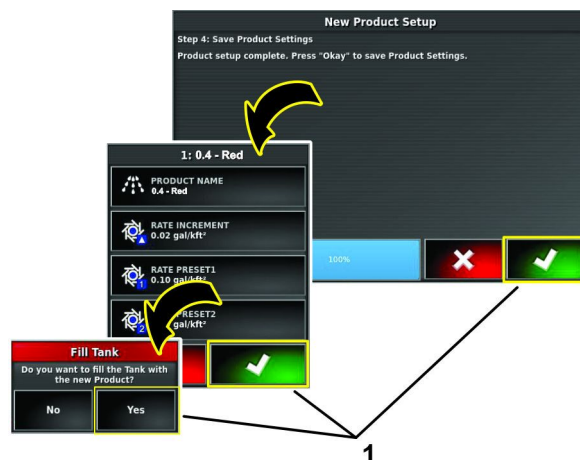

Figura 122
16. Nel passaggio 4 della finestra di dialogo per l'impostazione del nuovo prodotto premete le icone Conferma (Figura 122).
17. Se state rabboccando il serbatoio, nella finestra di dialogo Riempimento del serbatoio, premete l'icona Sì (Figura 122).